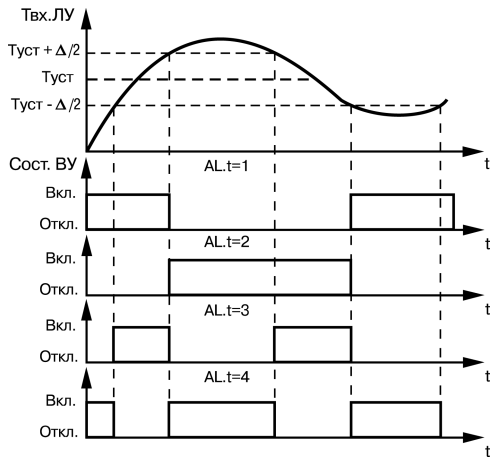

Рисунок 7.2 – Выходные характеристики компараторов
2. Тип логики **Обратный гистерезис** ($x_{RL.t} = 2$). ЛУ включает выходное устройство при ($T > T_{уст} + \Delta/2$) и выключает его при ($T < T_{уст} - \Delta/2$). Этот тип логики применяется для сигнализации о том, что измеренное значение превышает уставку (см. рисунок 7.2).